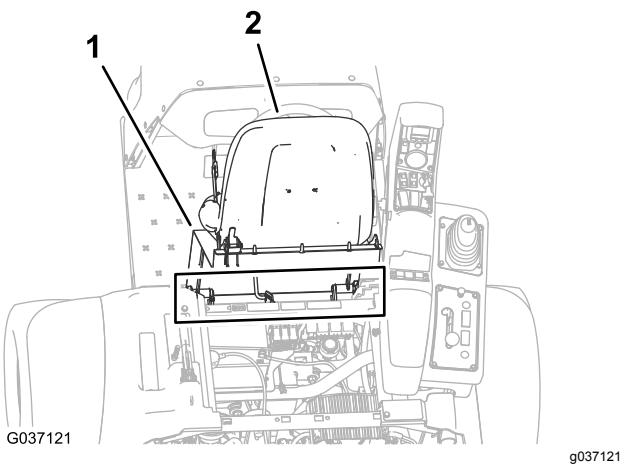

Figura 5
3. Rimuovete le 2 coppie che fissano il raccordo orientabile della piastra del sedile alle staffe dello chassis (Figura 5).
4. Rimuovete i 2 perni orientabili che fissano il sedile e la relativa piastra allo chassis (Figura 5).